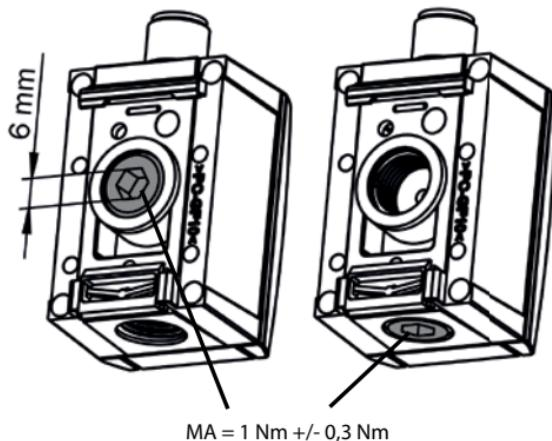

Abbildung 11: Druckanschluss G 1/4-Innengewinde
5.4 Druckanschluss über die G 1/4-Innengewinde (Abbildung 11)